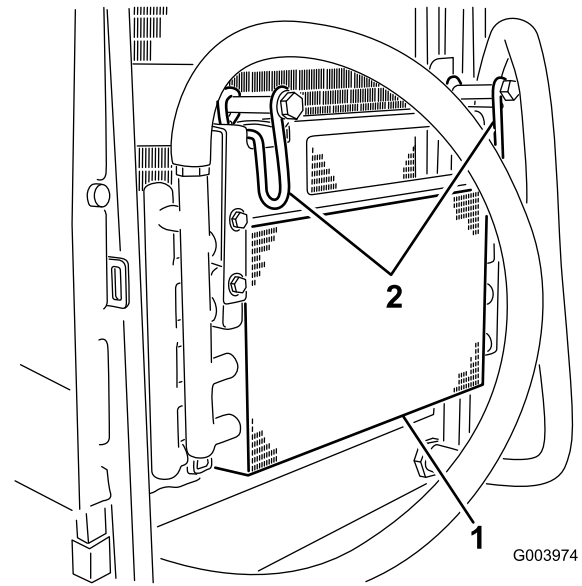

Figura 66
5. Gire los cierres hacia dentro para liberar el enfriador de aceite (Figura 66).